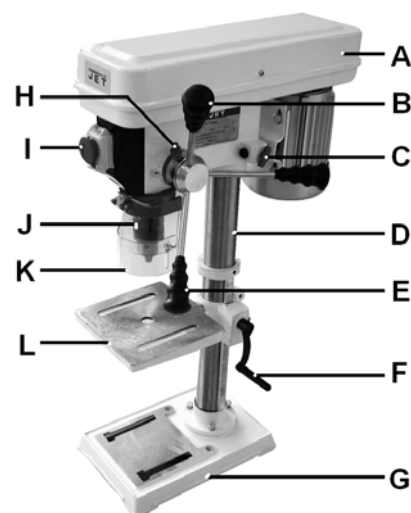

Рис.1
Установите стойку (D, Рис. 1) на цоколь станка (G).
Наденьте патрон (J, Рис. 1) на конус шпинделя.
Открутите крепление площадки мотора (С, Рис. 1).